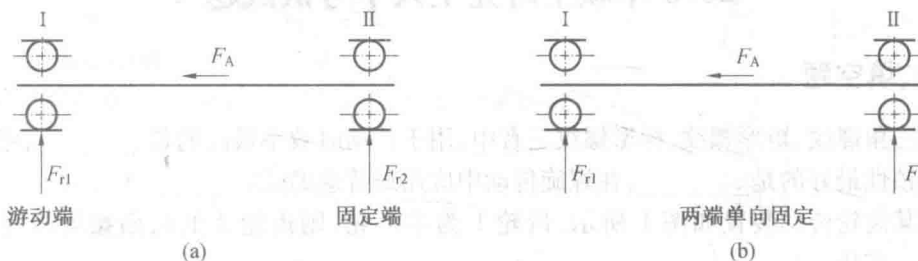

图 7
(1) 若采用图 7(a) 的固定方式 (即一端双向固定、一端游动) 时, 轴承的寿命是多少?
(2) 若采用图 7(b) 所示的两端单向固定的固定方式时, 轴承的寿命是多少?